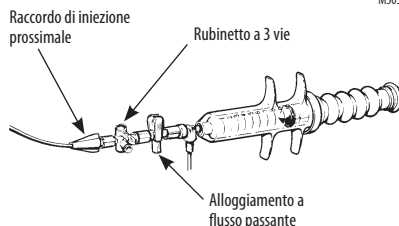

Figura 4. Alloggiamento a flusso passante collegato al lume del catetere
1. Verificare che non vi sia dell'aria all'interno del percorso del liquido. Attaccare la valvola di non ritorno/a flusso passante al rubinetto di arresto del lume di iniezione del catetere (Figura 4).